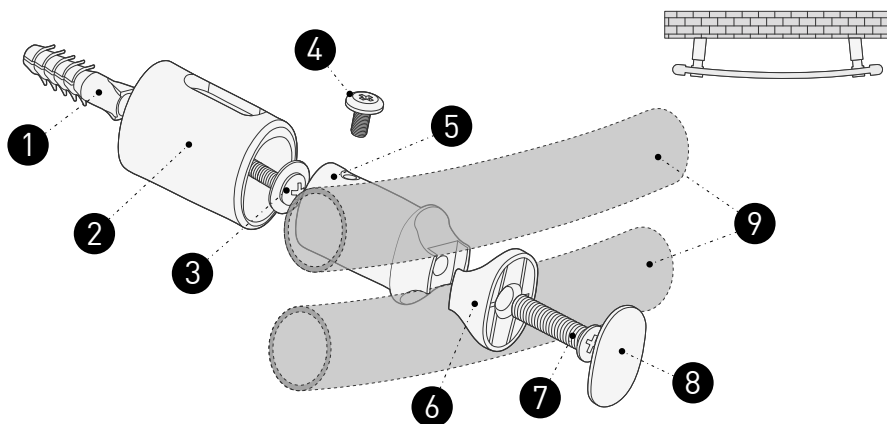

Figura 1 - Sección esquemática del montaje del secatoallas
6. Atornillar las dos piezas sujeta-secatoallas y la pieza plástica de fijación al tubo horizontal del secatoallas como se ve en la Figura 1 con el tornillo 8 x 26 mm.